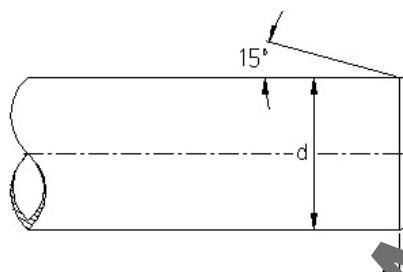

Bild 1. PVC-C-Rohrverbindung Maß b.
– Die Rohrenden werden außen mit einem Winkel von ca. 15° (siehe Bild 1 und Tabelle 1) angeschrägt und innen entgratet.